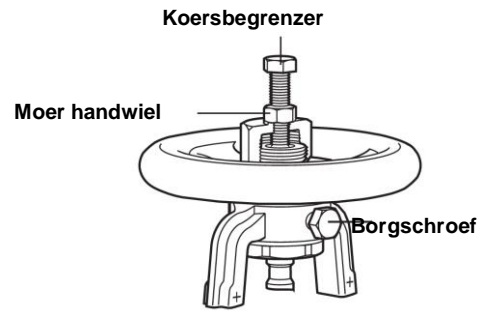

Fig. 5
- De BSA6T en BSA64T afsluiters zijn voorzien van een regelconus voor het behouden van de controle bij het openen van de afsluiter. Het aantal rotaties van het handwiel bepaalt het debiet door de afsluiter. Span de borgschroef en koersbegrenzer aan eens het correcte debiet is ingesteld (zie Fig. 5). Dit minimaliseert elke vibratie. De relatie tussen klepopening en rotaties van het handwiel voor elke maat van afsluiter is terug te vinden in de volgende tabel.